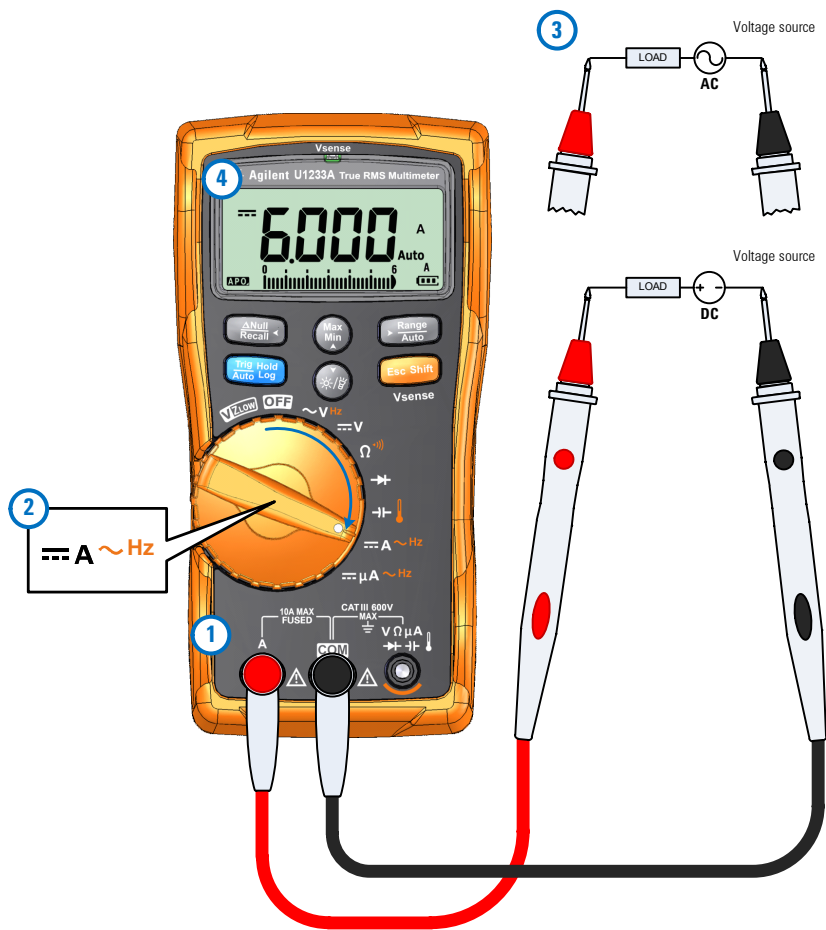
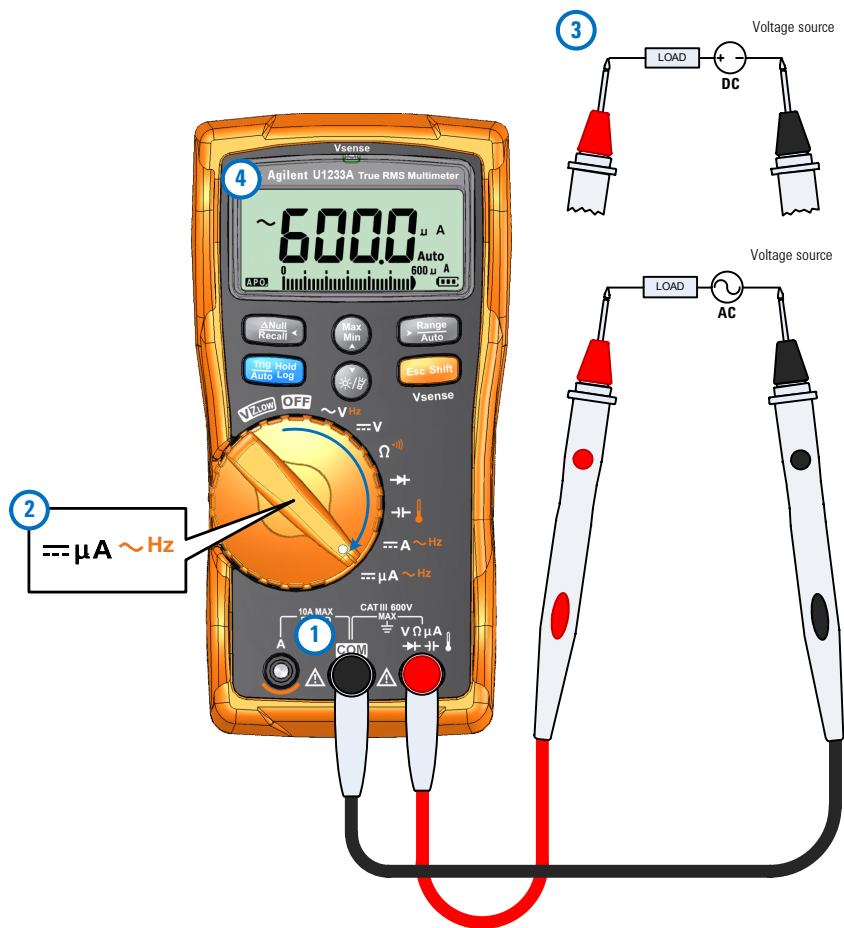

Figura 2-24 Misurazione della corrente CC/CA (fino a A)
Figura 2-25 Misurazione della corrente CA/CC (fino a μA)
Impostare il multimetro per misurare la corrente CA o CC come nella Figura 2-24 e nella Figura 2-25. Misurare i punti di test e leggere il display.
- 1 Impostare il multimetro per misurare i valori μA come nella Figura 2-25.